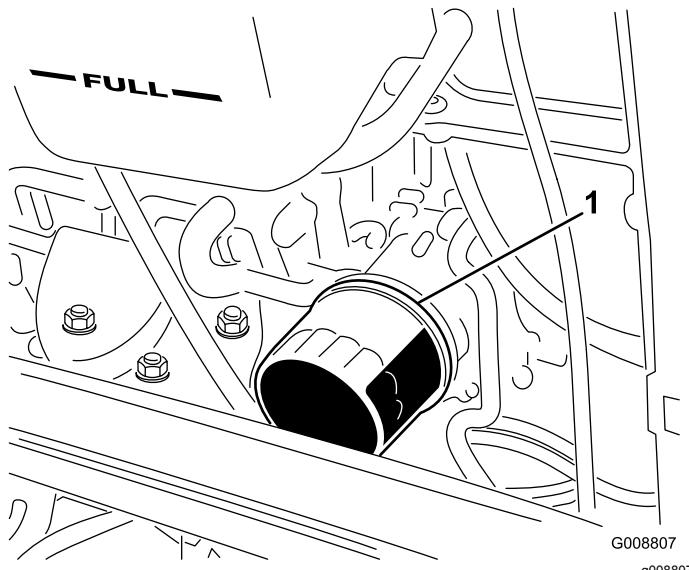

Bild 37
2. Entfernen Sie den Ölfilter (Bild 37).